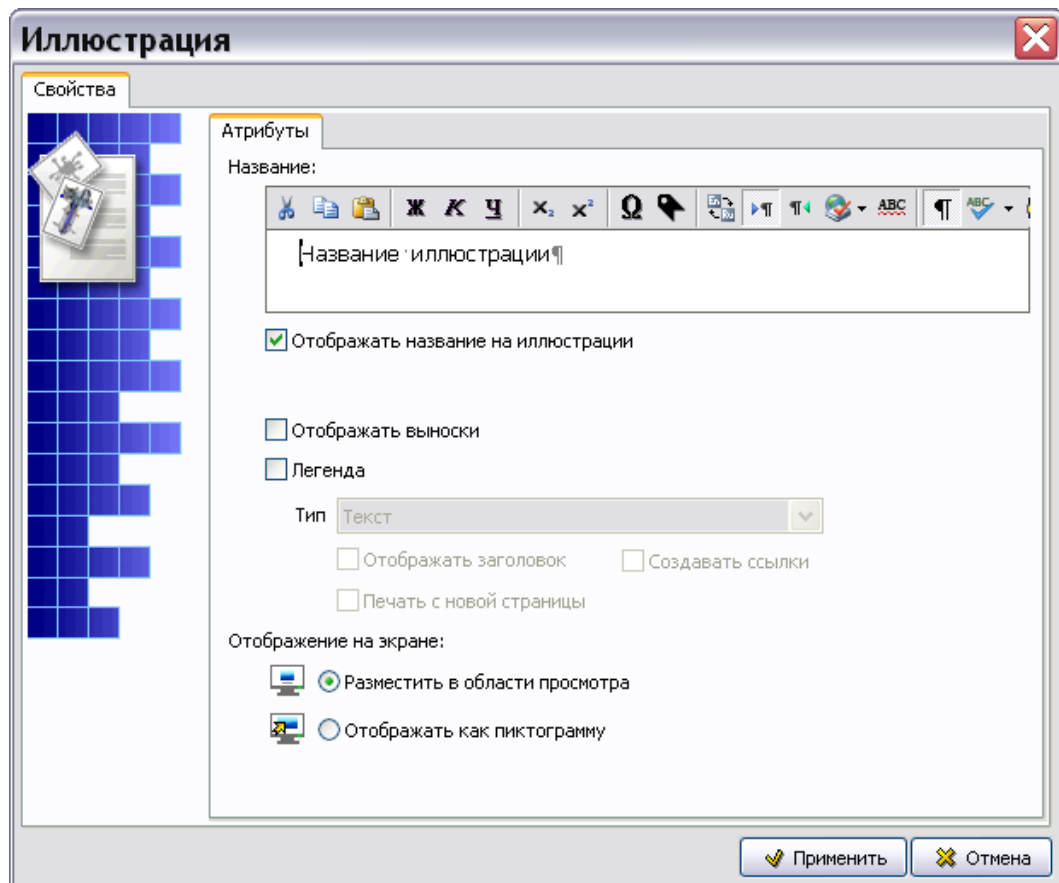

Рисунок 500
3) Из контекстного меню выберите команду **Добавить иллюстрацию**. После этого откроется окно **Иллюстрация** (рисунок 500).